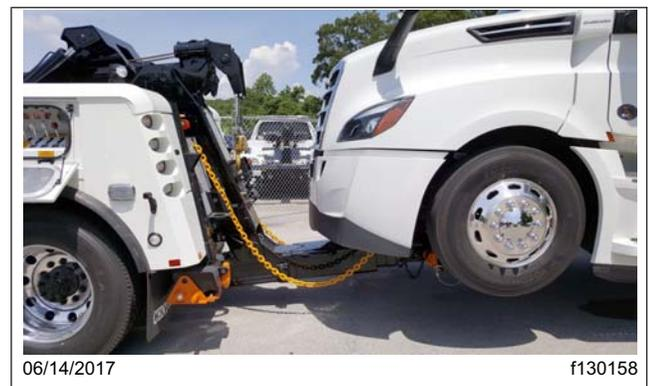

Figura 24.19, Cadenas de seguridad conectadas en el vehículo remolcado
17. Conecte las cadenas de seguridad. Vea la Figura 24.19.